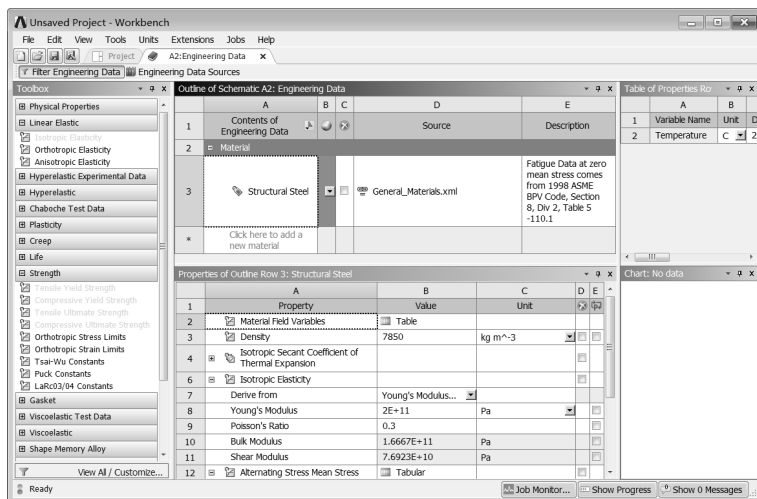

图 5-10 材料参数设置界面
Step1：双击项目 A 中的 A2（Engineering Data）选项，进入如图 5-10 所示的材料参数设置界面。在该界面下即可进行材料参数设置。